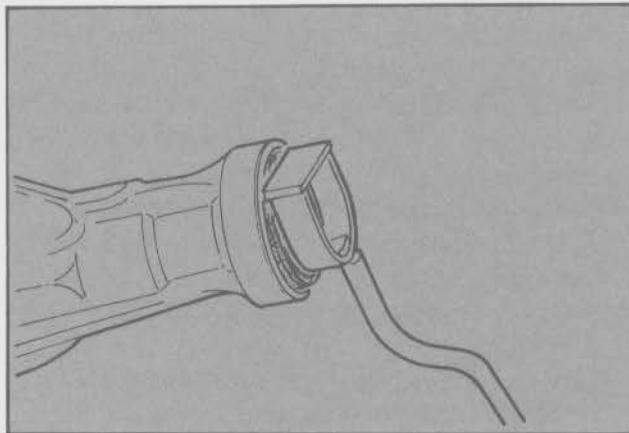

Fig. 128 - Extracción del retén de aceite de la extensión
- Utilizando la herramienta especial T81A-4676-BAS extraer el retén (Fig. 128).